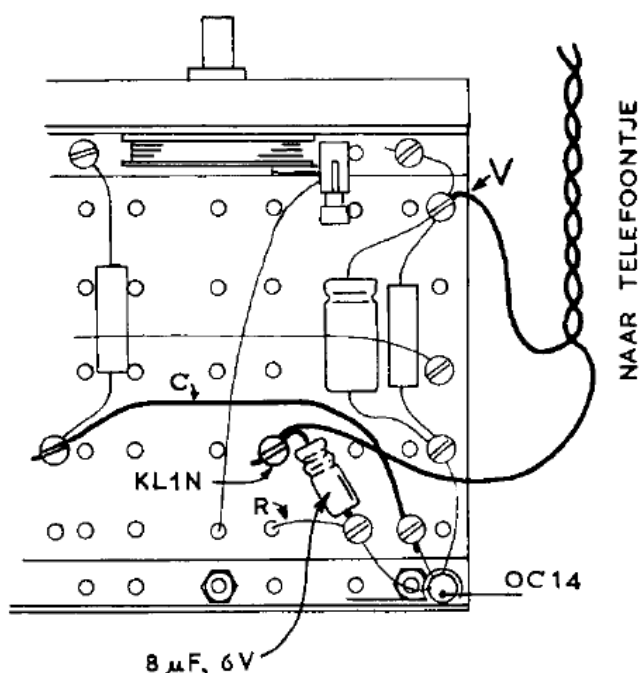

Fig. E7
1. **Verleg eerst leiding C** (fig. E7) zó, dat je op de aangegeven plaats ruimte krijgt om een klem KL 1 N bij te plaatsen. Als draad C daarvoor te kort is, neem dan een ander (langer) stukje. Pas op voor kortsluiting. Eventueel kun je geïsoleerd montagedraad gebruiken, waarvan je de uiteinden blank maakt.
2. Monteer een extra klem **KL 1 N** (met één gleuf) op de aangegeven plaats (fig. E7). De kop van het korte boutje, waarmee deze klem wordt vastgezet, zit straks juist naast de batterij.
3. Breng een **elektrolytische condensator** van $8\ \mu\text{F}$ -6 V aan volgens fig. E7. Denk om de plaats van de rillen!
4. Haal het einde van het telefoonsnoertje een beetje uit elkaar en zet de blanke uiteinden vast in de nieuwe klem en in klem V (fig. E7).